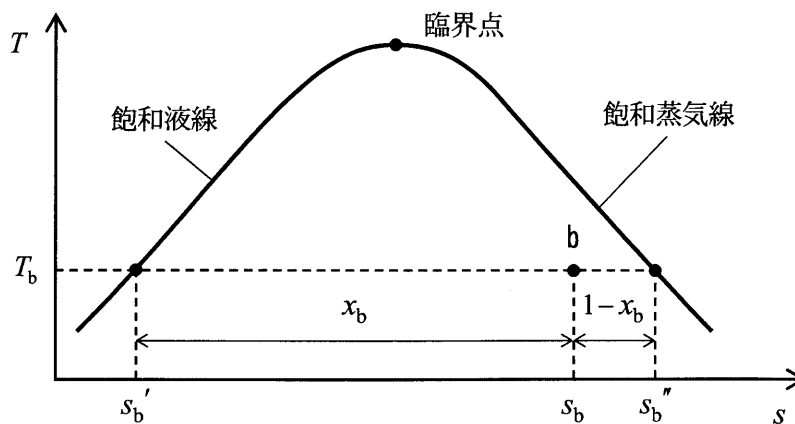

図2 $T-s$ 線図
なお、図2はタービン出口(状態 b) の湿り蒸気、及びその温度における飽和液線と飽和蒸気線上の比エントロピーを $T-s$ 線図上に示したものである。
1) 図1で、ポンプにより加圧された水は、ボイラ（過熱器を含む）を通過して、1（状態 a）となる。その後タービンへ導かれ、2 過程により温度、圧力が低下し状態 b となる。この過程は可逆であるから、状態 a の比エントロピー s_a と状態 b の比エントロピー s_b には 3 の関係がある。ここで、図2に示すように、状態 b の湿り蒸気の温度を T_b とすると、 s_b は、温度 T_b における、飽和液の比エントロピー s_b' 、乾き飽和蒸気の比エントロピー s_b'' 、及び状態 b の乾き度 x_b を用いて、式 $s_b =$ 4 と表すことができる。